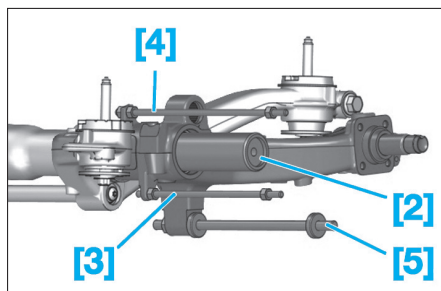

Fig. 60
- Mettre en place les outils [2], [3], [4] et [5] (Fig.60).